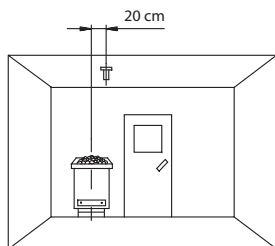

Рис. 7
1. Датчик температуры монтируется в кабинах размером до 2 x 2 м согласно рис. 7 и 8, а в кабинах большего размера согласно рис. 7 и 9.